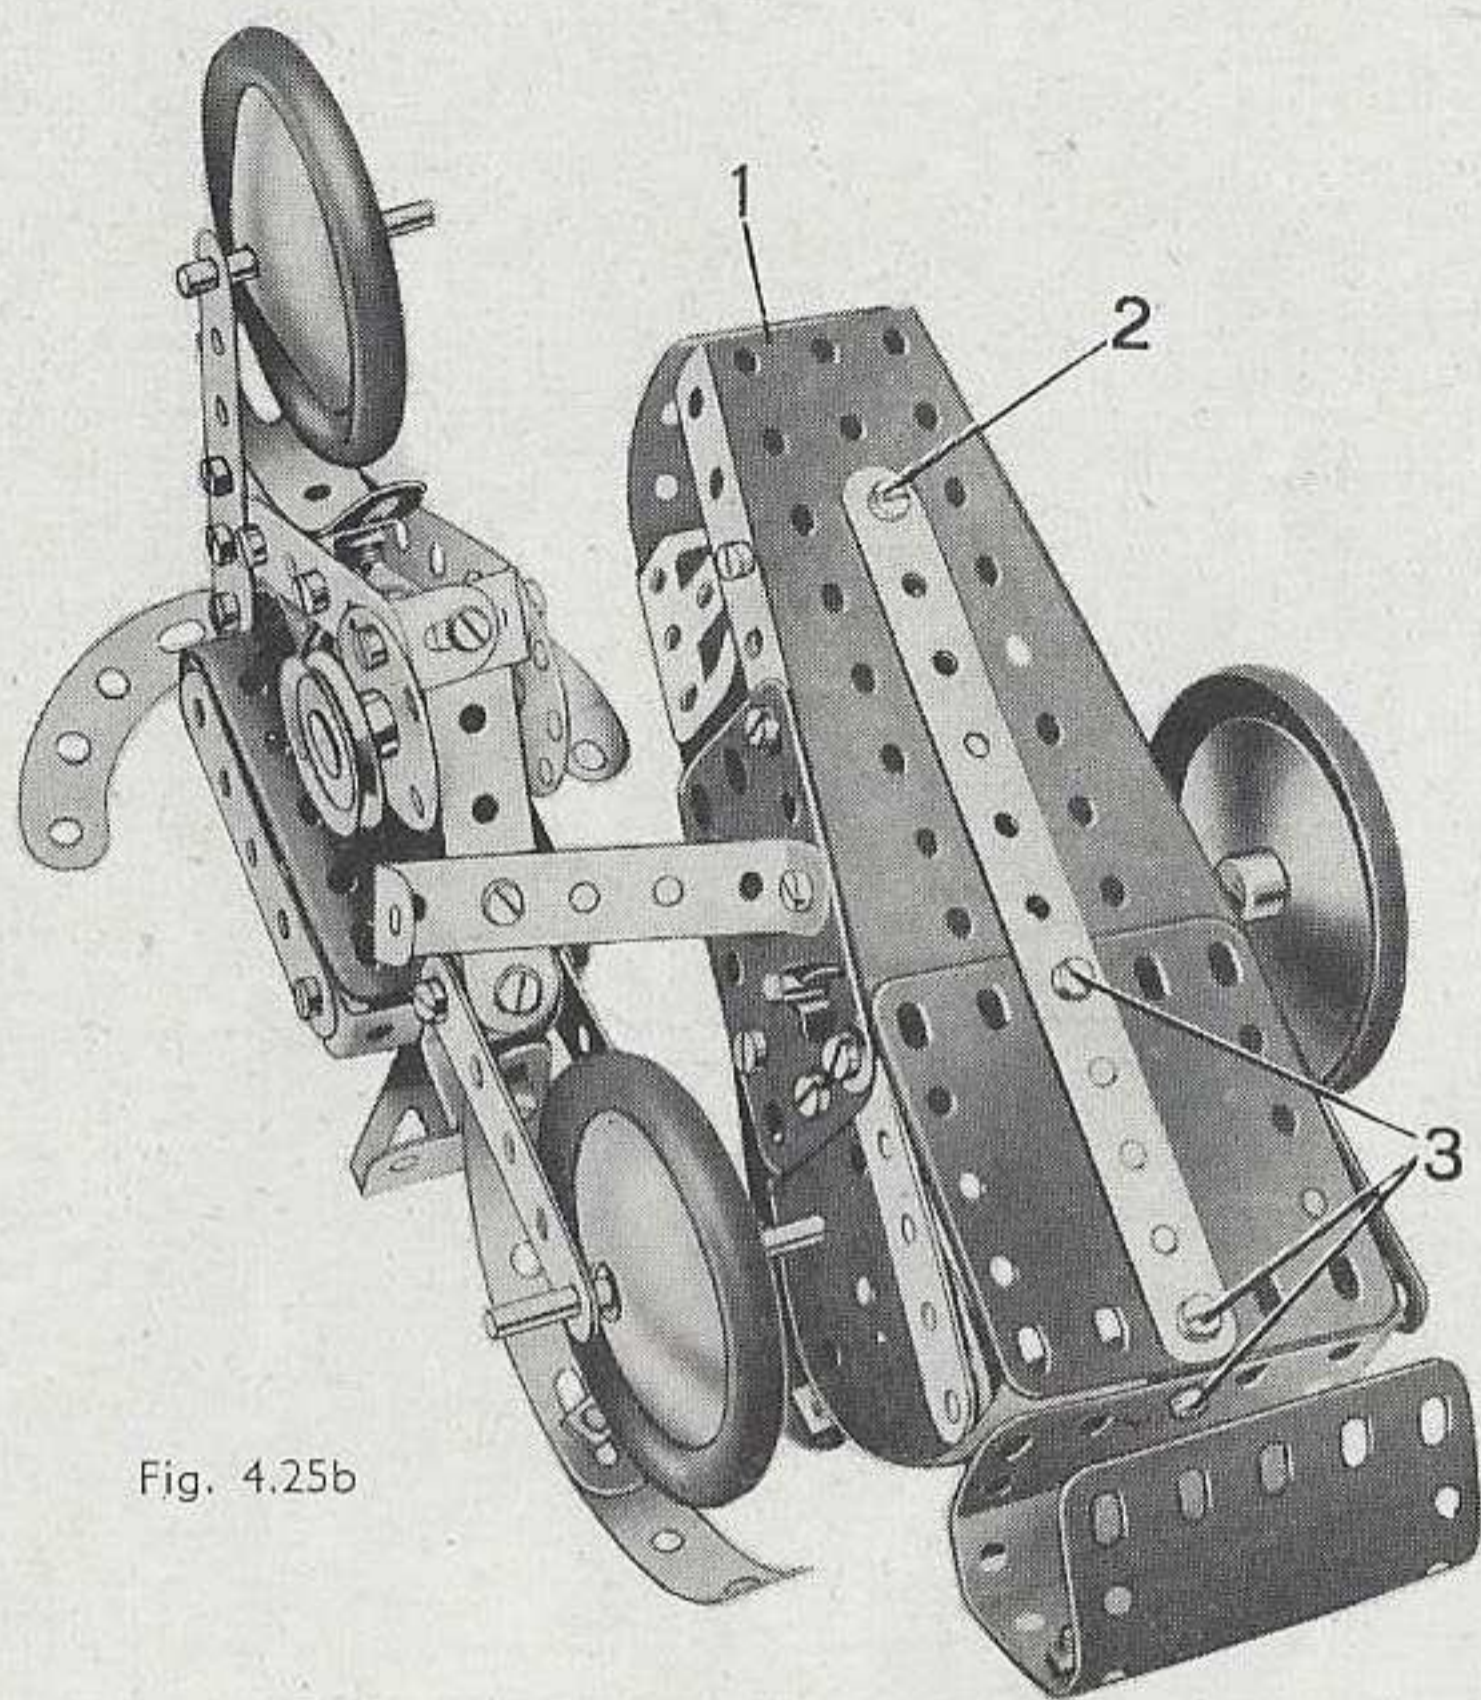

Fig. 4.25b
Le réservoir à essence est figuré par une plaque flexible de 14x4 cm. pliée en U et fixée à une bande coudée de 38x12 mm. par des équerres. Une bande de 5 trous est fixée au rebord de la bande coudée et le tout est boulonné sur la bande (4). L'embase triangulée coudée qui représente la selle est aussi reliée à la bande (4) par une équerre renversée. La bande (4) porte à son extrémité avant un support doublé auquel sont boulonnées deux bandes de 5 trous. Ces deux bandes sont munies de disques et réunies par un support double formé de deux équerres (fig. 4.25b).